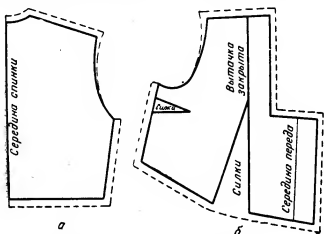

Рис. 311. Подготовка выкройки лифа сарафана прямого покроя к раскрою:
**Спинка.** При раскладке выкройки на ткани спинку лифа (рис. 311, а) укладывают так, чтобы ее середина была по долевой нити на сгибе ткани.
**Полочка.** Для получения вытачки по линии талии нагрудную вытачку надо закрыть, а затем от линии талии (рис. 311, б) сделать разрез (нагрудная вытачка переходит в вытачку по линии талии). Затем при раскладке выкройки полочки на ткани середину переда укладывают так, чтобы она была по долевой нити ткани.